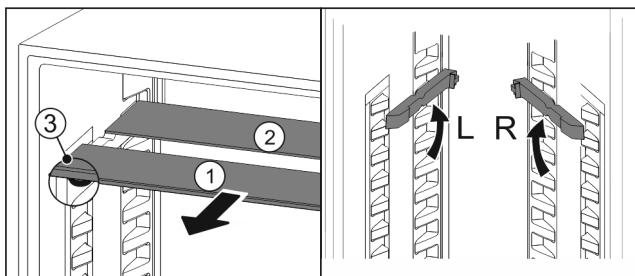

Fig. 82
- Extragăți Fig. 82 (1) pe rând plăcile de sticlă spre înainte.
- Placa de sticlă Fig. 82 (1) cu șipca decorativă se află în față.
- Opritoare Fig. 82 (3) indică în jos.